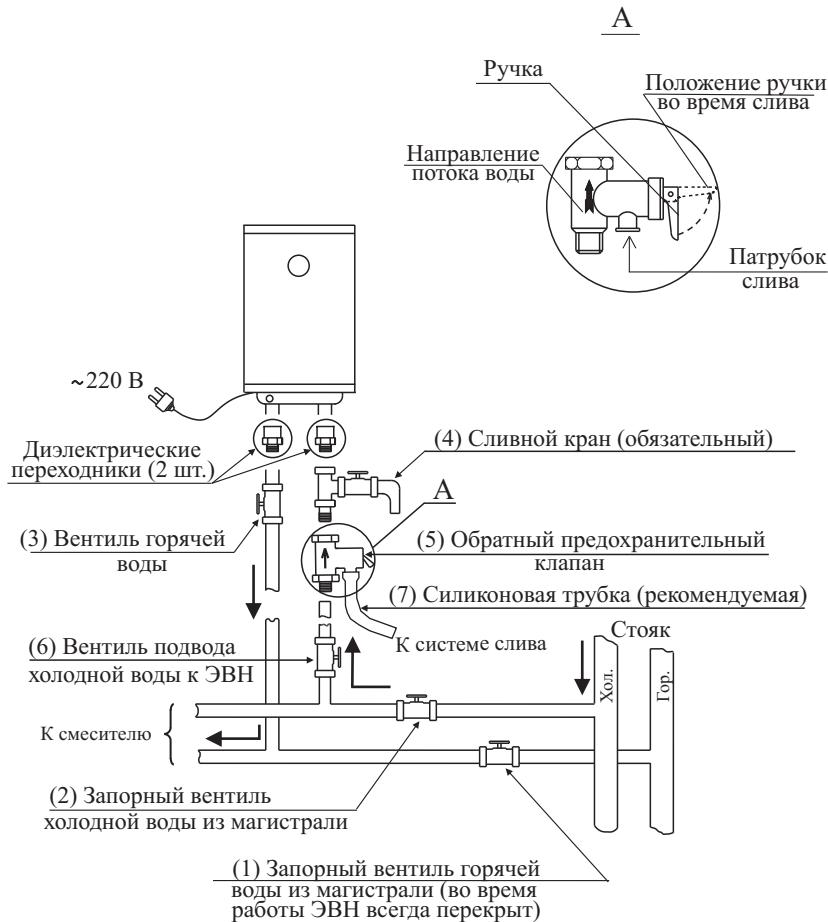

Рисунок 5 - Схема подключения к водопроводной сети
- Заполните ЭВН водой. Для этого перекройте запорный вентиль горячей воды из магистрали (1), закройте сливной кран (4), откройте запорный вентиль холодной воды из магистрали (2), вентиль подвода холодной воды к ЭВН (6), вентиль горячей воды (3) и кран горячей воды на смесителе. ЭВН заполнен, когда из крана горячей воды на смесителе начнет вытекать, с полным напором, вода. Закрыть кран горячей воды на смесителе (см. рисунок 5).
- При необходимости полного слива воды из ЭВН (например, при профилактике) надо отключить его от электрической сети, перекрыть вентиль подвода холодной воды к ЭВН (6), вентиль горячей воды (3) должен быть открытый, открыть кран горячей воды на смесителе и сливной кран (4), через который и спить воду (см. рисунок 5).